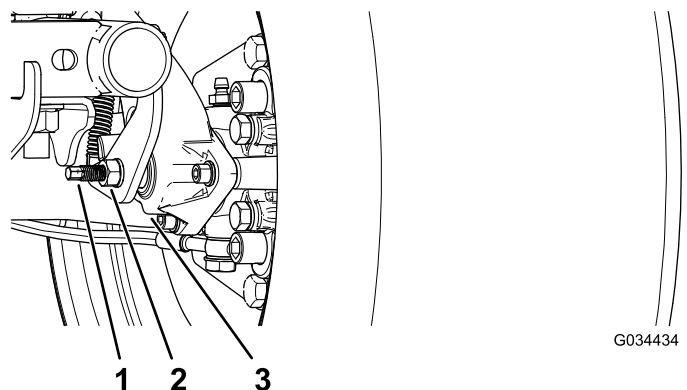

図 64
- レンチを2本使用し、1本のレンチでキャリパの調整ポストが回らないように保持しながら、もう1本でジャムナットを1/4回転ゆるめる **図 64**。
- 調整ポストとジャムナットを保持した状態で、調整ポストを回して締め付ける **図 64**。
- 調整ポストとジャムナットを保持した状態で、1/4回転だけでもどす **図 64**。
- 調整ポストとジャムナットを保持した状態で、ジャムナットを締め付ける **図 64**。